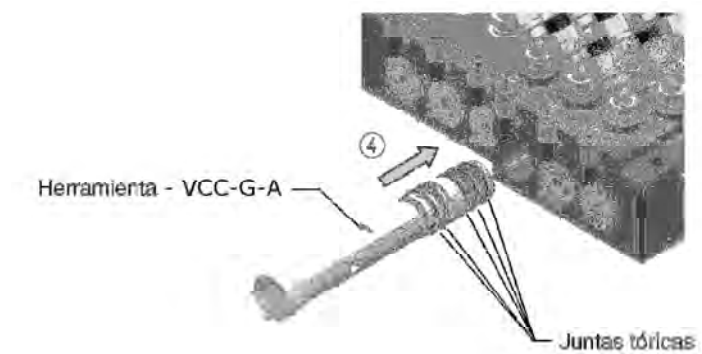
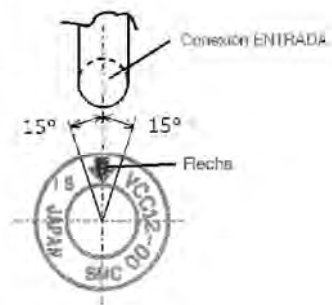

Figura 6
Figura 8
- Inserte lentamente la válvula en el bloque, véase la Figura 6, y asegúrese de que la flecha de la válvula está a 15° de la conexión de ENTRADA (Véase la Figura 8).